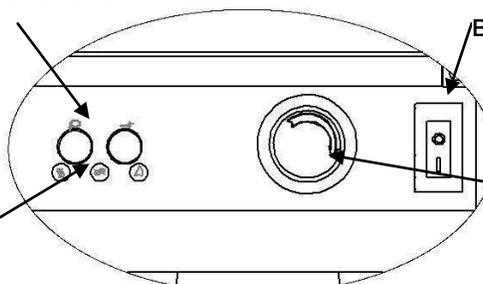

РИС. 3
2. Найдите панель управления камина (Рис. 3).